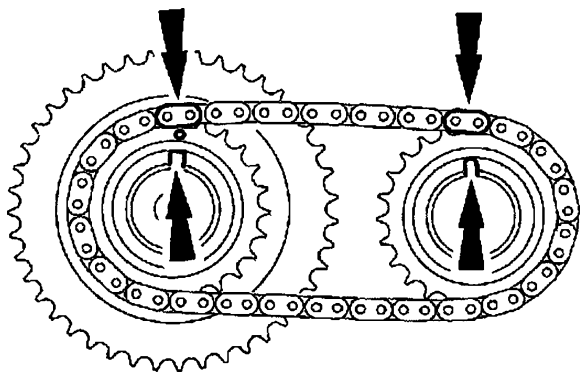

图 15-20 镀色链节对准正时标记
3) 把右侧可变凸轮轴正时总成、右侧排气凸轮轴链轮和右侧次级正时链条组装好。确保正时链条上的镀色链节对齐正时标记, 如图 15-20 所示。